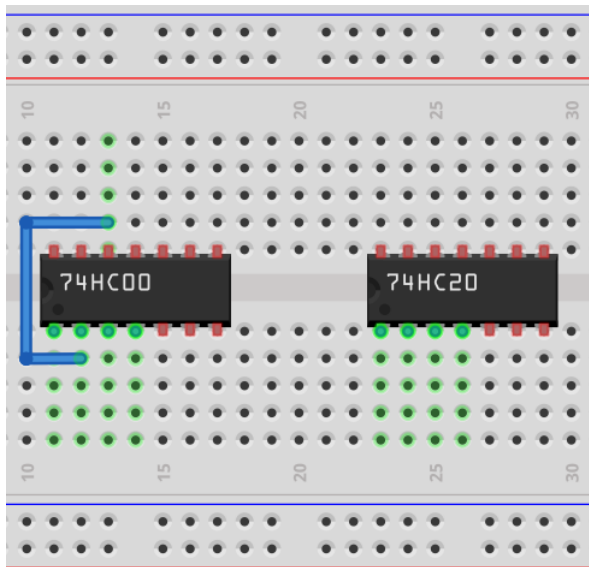

图 9 修改连线后的电路
- 6、鼠标点住连线，根据需要，修改连线形状，修改后的电路如图 9 所示